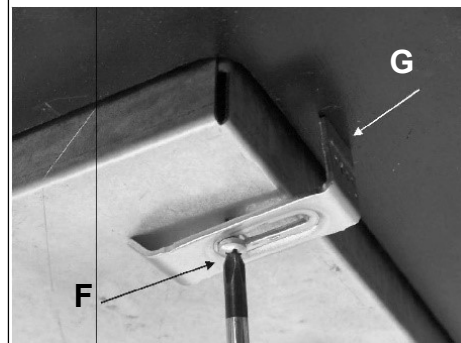

FIG. 10
- Si le câble d'alimentation « C » n'est pas muni de la prise mâle (voir la fig. 10), il faut monter une prise mâle normalisée, adaptée pour la charge indiquée dans l'étiquette d'identification. Connecter les câbles conformément au schéma de la fig. 10, prêter attention à l'observance des correspondances suivantes :